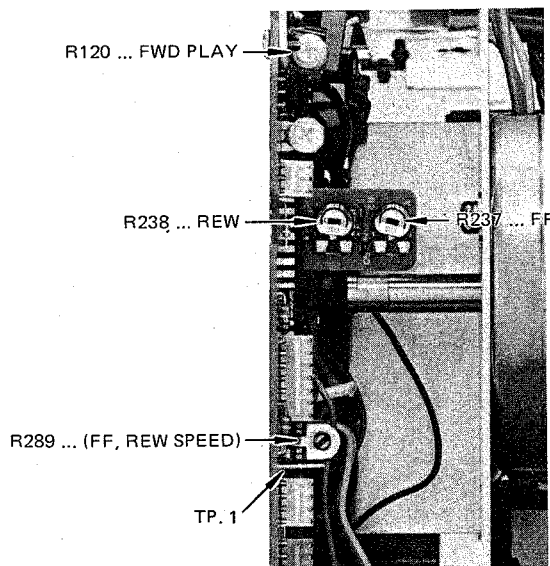
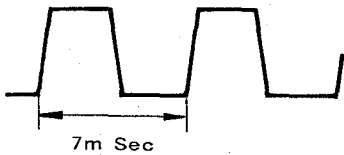

図5 テープ・テンション調整箇所
図7 TP.1の波形
- (1) パワー/サーボ基板のTP.1(図5参照)にオシロスコープを接続する。
- (2) デッキをFFモード又はREWモードにする。
- (3) TP.1の波形の波長が7m secになるようにR289(図5参照)を調整する……………図7
- (4) FFとREWで大きな差がないことを確認する。